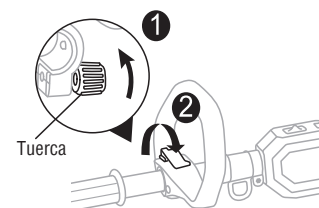

Fig. 2C
4. completamente la tuerca para fijarla en su sitio. (Fig.2C)